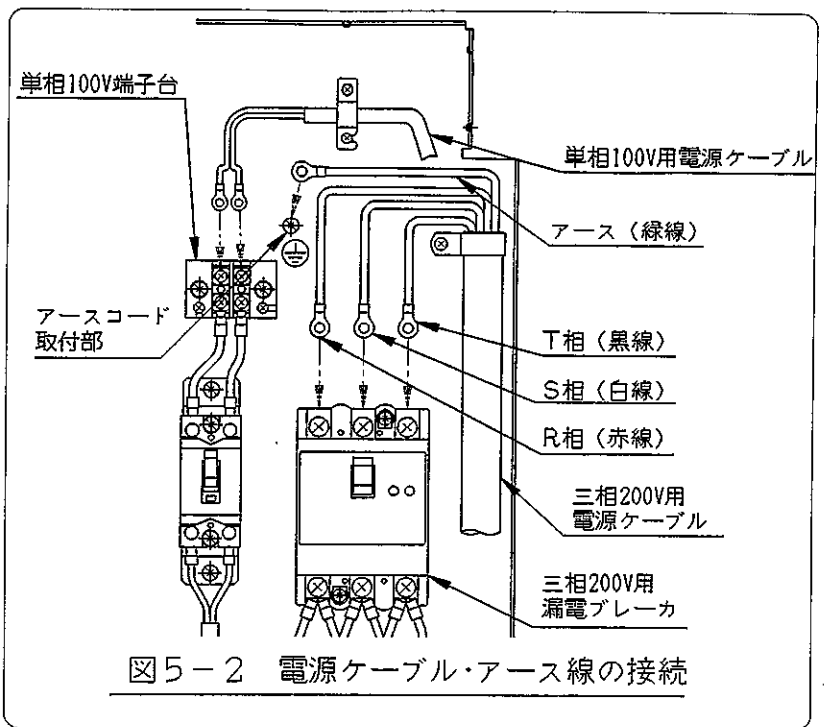

図5-2 電源ケーブル・アース線の接続
単相100Vのケーブルは付属の圧着端子でカシメてから単相100V用端子台に接続する。(図5-2参照)
三相200Vのケーブルは丸型圧着端子(5.5-5または3.5-5)をカシメて、向かって左からR相(赤線)、S相(白線)、T相(黒線)の順で三相200V用漏電ブレーカに接続する。(図5-2参照)
- ③ アース線を本体フレームにあるアース端子取付部(アースマーク表示)に接続する。(図5-2参照)